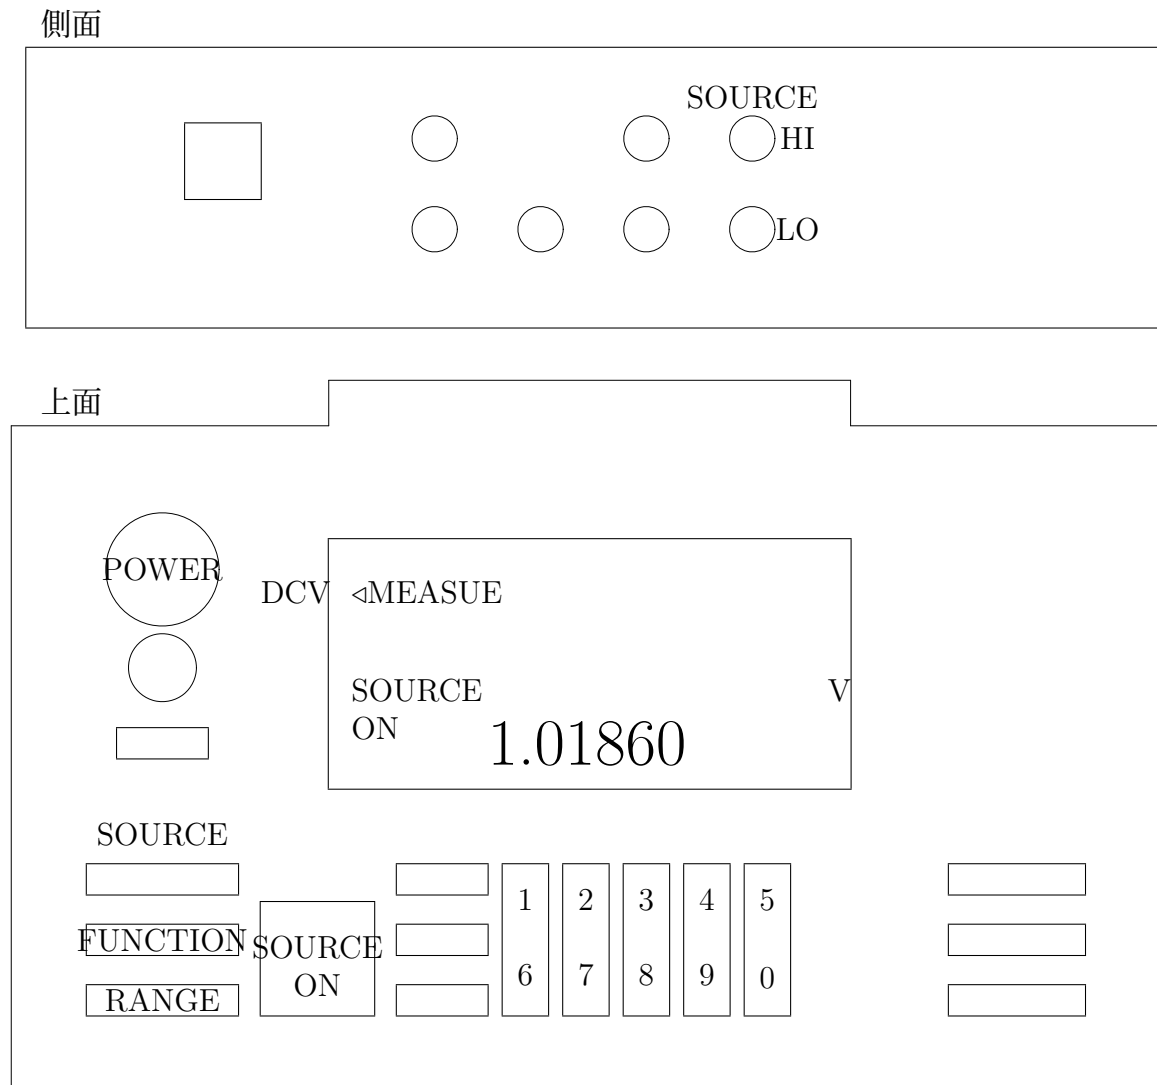

図 13.3: コンパクトカル
2. 上面の POWER スイッチ (図 13.3 参照) を押す。
3. 液晶の表示部 (図 13.3 参照) に "MEASURE"、"SOURCE"、"OFF"、"0.000"、"mv" が表示されるのを待つ。
4. "SOURCE" の "RANGE" ボタン (図 13.3 参照) を押し、液晶の表示部の "mv" と "0.000" を "v" と "0.00000" に変える。
5. 図 13.3 の "1" から "0" までのキーを使用して液晶表示部の "0.00000" を "1.01860" の表示に変える。
6. "SOURCE ON" キー (図 13.3 参照) を押し、液晶表示部の "OFF" を "ON" に変える。以上の操作により、電位差計へ標準電圧の接続は終了する。